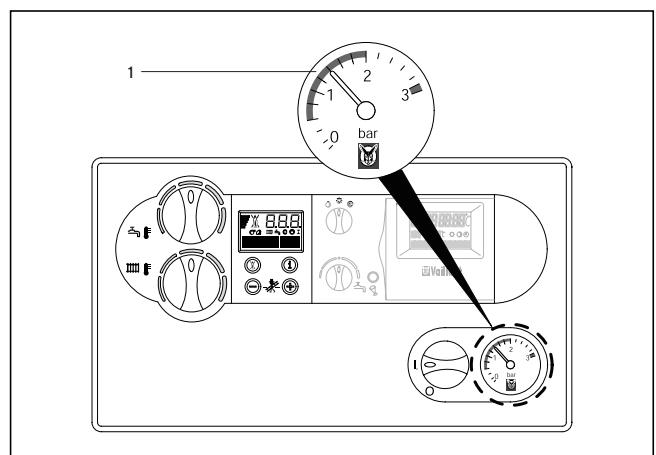

Fig. B.15: Påfyllning av panna/värmeanläggning
För att värmeanläggningen skall fungera perfekt, bör visaren på manometern (1) visa ett tryck på 1,0 - 2,0 bar, när anläggningen är kall (bild B.15). Fyll på behövlig mängd vatten, om den visar lägre än 0,8 bar. Om värmeanläggningen omfattar flera våningar, kan det behövas högre manometervärden för vattennivån. Fråga din installatör om detta. Din installatör bör ha visat dig på fyllningssystemet, och förklarat hur fyllning resp. tömning av anläggningen går till.